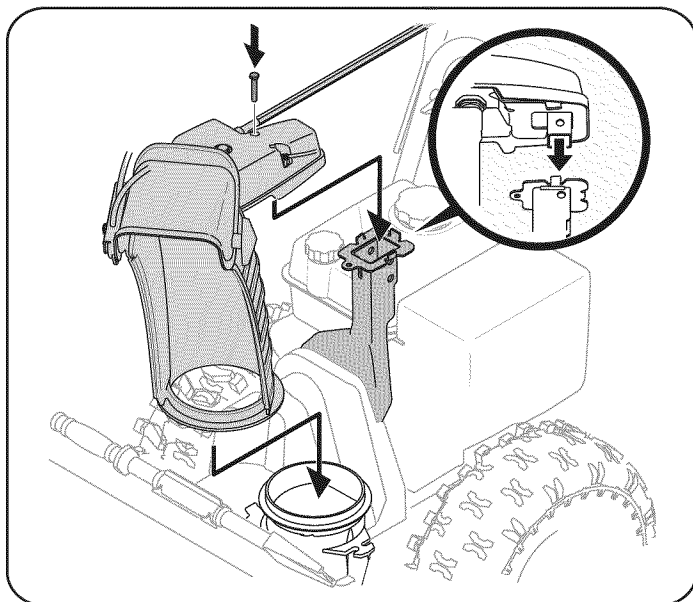

Figura 4
4. Ubique el canal sobre la base del mismo y garantizar la varilla hexagonal está situado bajo el panel manejar. Instalar el perno hexagonal previamente eliminado, pero no seguro con tuerca de mariposa en este momento. Vea la figura 4.